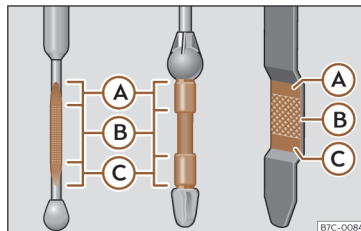

Fig. 197 Vareta de medição do nível de óleo.
- Em seguida, retire-a novamente e verifique o nível do óleo»» Fig. 197. Caso seja necessário, reponha óleo do motor.
- Quando o nível de óleo atingir pelo menos a zona»» Fig. 197 (B), enrosque a tampa do bocal de enchimento com cuidado »» ⓘ.
Se o nível do óleo se encontrar por cima da zona»» Fig. 197 (A), não ponha o motor em funcionamento. Pode causar danos no motor e no catalisador. Dirija-se a uma oficina especializada.
O nível do óleo não pode ultrapassar, em caso algum, a zona»» Fig. 197 (A). Caso contrário, poderia ser aspirado óleo pela ventilação do cárter da cambota e chegar à atmosfera através do sistema de escape.